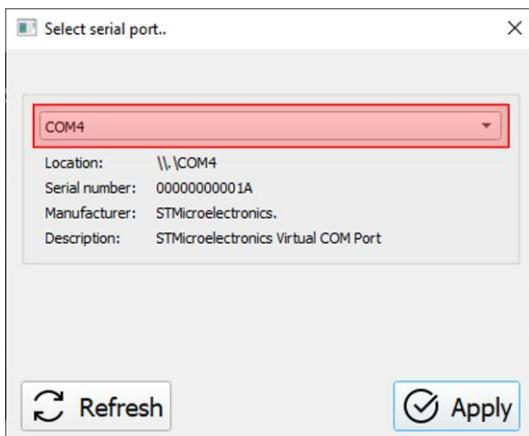

Рисунок 8.2 – Выбор виртуального COM порта
8.5. В открывшемся окне из выпадающего списка выберите виртуальный COM порт для подключения устройства (Рисунок 8.2).